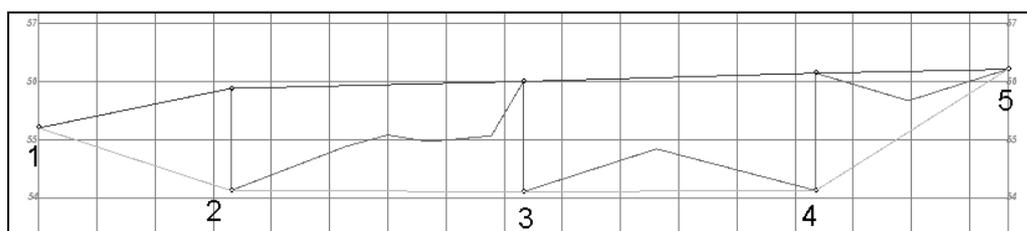

Рис.86
8. Выберите команду Поверхность/Работа с профилем Структурной линии и укажите построенную структурную линию. В окне параметров установите Развернутый план – Не создавать. Примените построения . Откроется окно Профиль СЛ (рис. 86);
Постройте второй профиль структурной линии Второй профиль СЛ/Создать/С созданием элементов. Захватывая узлы 1, 2, 3, 4 и 5, создайте второй профиль (рис. 86). Примените построения .